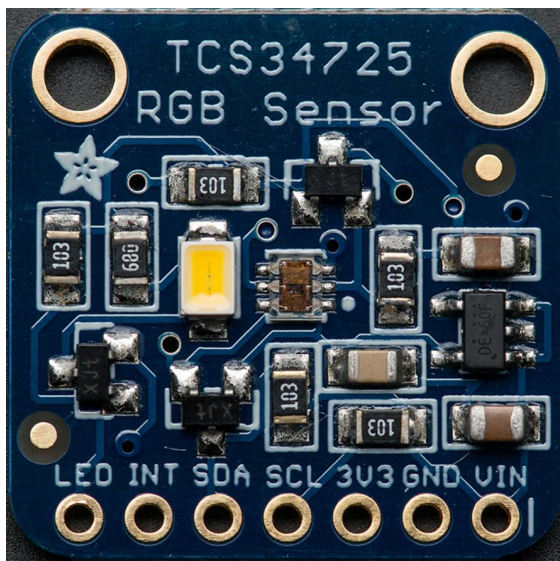

Abb. 7: Farbsensor TCS34725 (Adafruit)
Von der Firma Taos (Texas Advanced Optoelectronic Solutions Inc., inzwischen Teil von AMS) stammt der I²C-Farbsensor TCS34725, der bei einer Betriebsspannung von 3,3-5 V eingesetzt werden kann – damit ist ein Betrieb sowohl am EXT2-Port des TX als auch am TXT möglich. Der Sensor ist auf einer Platine von Adafruit z. B. bei exp-tech für 7-9 € erhältlich (Abb. 7).
Die LED des Sensors hat eine Farbtemperatur von 4150 K. Wenn man lediglich die Helligkeit oder die Farbtemperatur einer Lichtquelle messen möchte, kann man die LED abschalten, indem man den Kontakt `LED` (Abb. 7, links unten) mit einem GND-Anschluss des TX(T) verbindet.